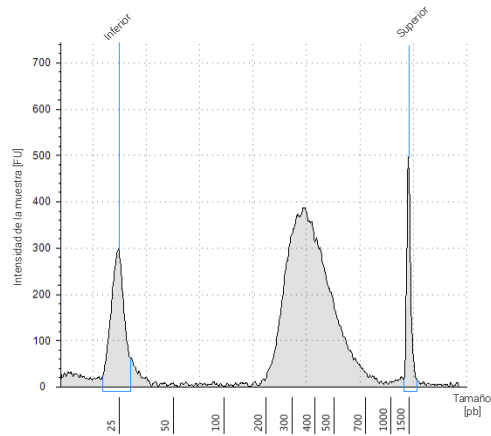
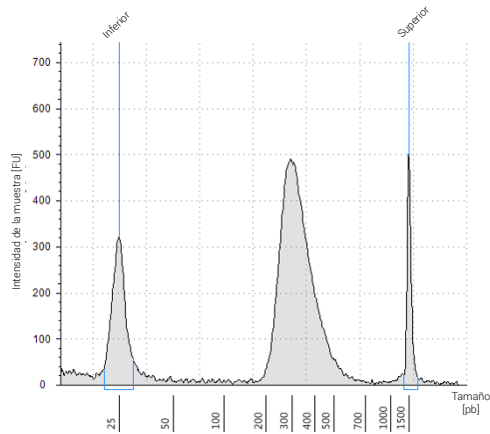
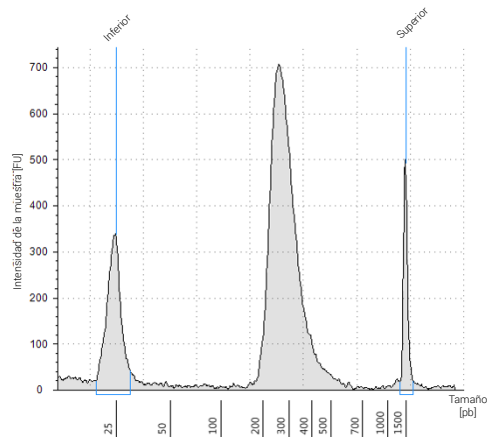

Figura 9 Biblioteca de poscaptura preparada a partir de una muestra de ADNg de alta calidad analizada con un ensayo High Sensitivity D1000 ScreenTape.
Figura 10 Biblioteca de poscaptura preparada a partir de una muestra de ADNg de FFPE típico analizada con un ensayo High Sensitivity D1000 ScreenTape.
Figura 11 Biblioteca de poscaptura preparada a partir de una muestra de ADNg de FFPE de baja calidad analizada con un ensayo High Sensitivity D1000 ScreenTape.
- 3 Verifique que el electroferograma muestre el pico de tamaño de los fragmentos de ADN ubicado entre 200 y 400 pb. Se muestran electroferogramas de ejemplo en la Figura 9 (biblioteca preparada a partir de ADN de alta calidad), la Figura 10 (biblioteca preparada a partir de ADN de FFPE de calidad media) y la Figura 11 (biblioteca preparada a partir de ADN de FFPE de baja calidad).